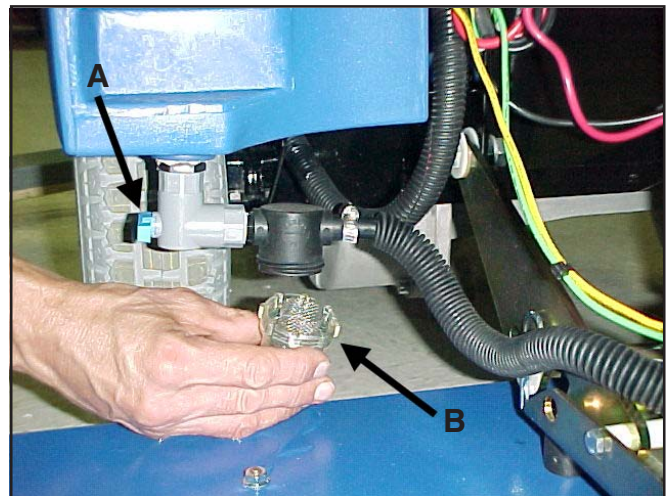

Figure 30
1. Fermez la vanne d'arrivée de la solution. Voir Figure 30.